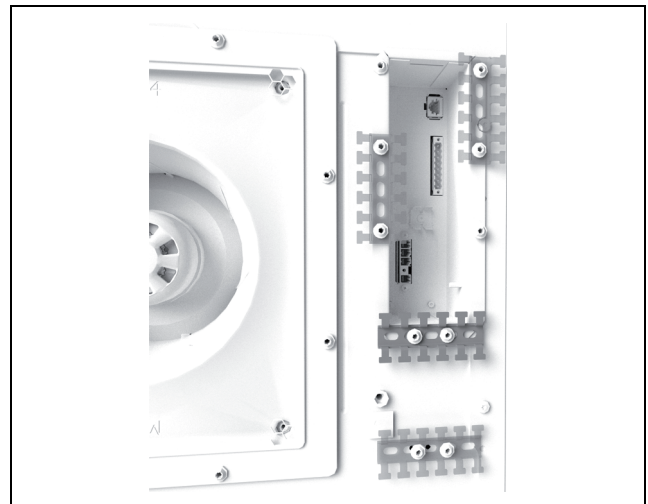

Bild 39: Montage av T-skena (bilden visar ett exempel)
- Kabelskärmen kan kopplas till T-skenan (bild 39).